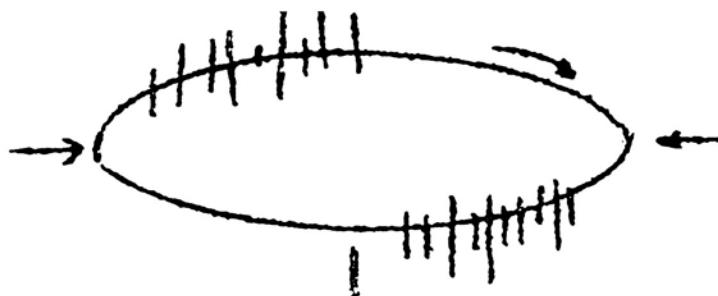

图 5
(1) 典型的内部气泡局部放电（见图 5），波形特征：a 放电主要显示在试验电压由零升到峰值的两个椭圆相限内。b 在起始电压  $U_i$  时放电通常发生在峰值附近，试验电压超过  $U_i$  时，放电向零位延伸。c 两个相反半周上放电次数和幅值大致相同（最大相差至 3: 1）。d 放电波形可分辨。这里又有几种情况：1) 如果放电幅值随试验电压上升而增大，并且放电波形变得模糊不可分辨，则往往是介质内含有多种大小气泡，或是介质表面放电；2) 如果除了上述情况，而且放电幅值随加压时间而迅速增长（可达 100 倍或更多），则往往是绝缘液体中的气泡放电，典型例子是油浸纸电容器的放电。